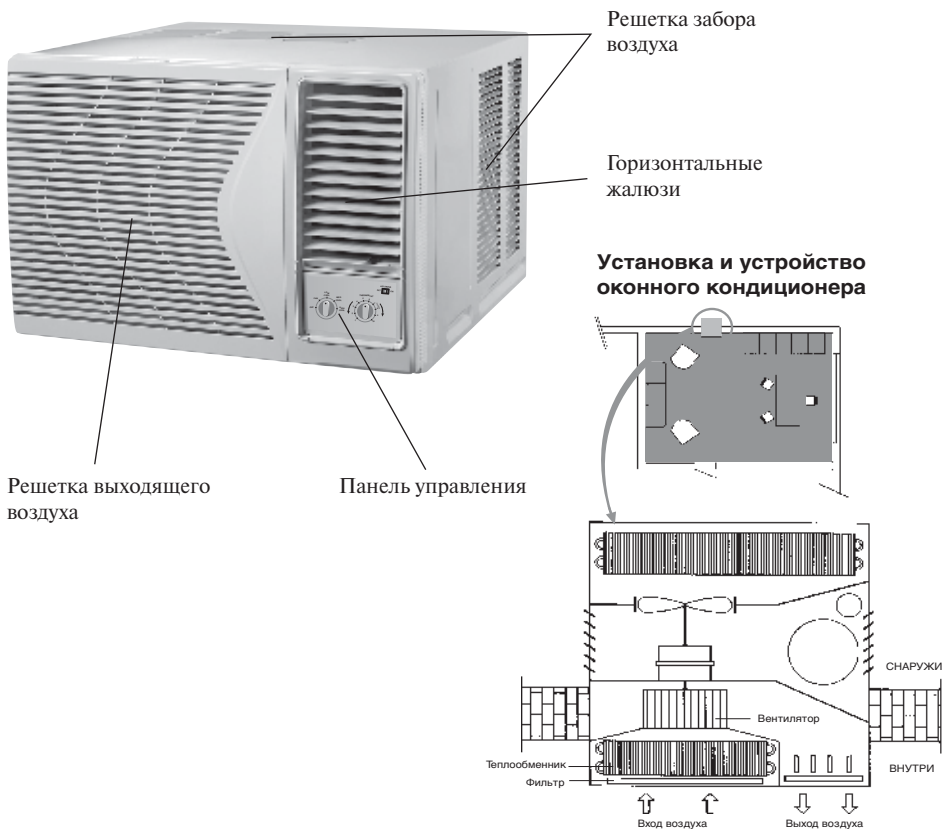

Рис. 3.1
2.1 Кондиционер представляет собой моноблок, с защитным кожухом, передней панелью с фильтром сеткой и панелью управления (рис. 3.1).